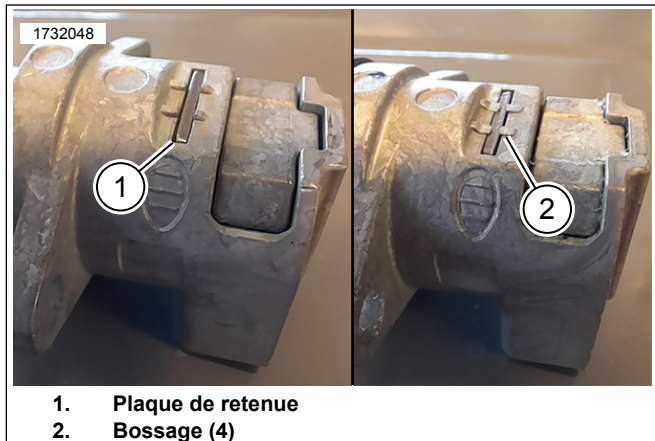

Figure 4. Plaque de retenue
- a. Figure 4 Veiller à ce que la plaque de retenue (1) soit au ras de la surface du logement du verrou.
- b. À l'aide d'un poinçon et d'un marteau, aplatir les quatre bossages (2) pour maintenir la plaque de retenue en place.